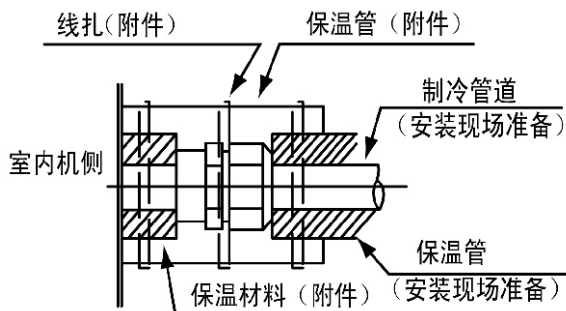
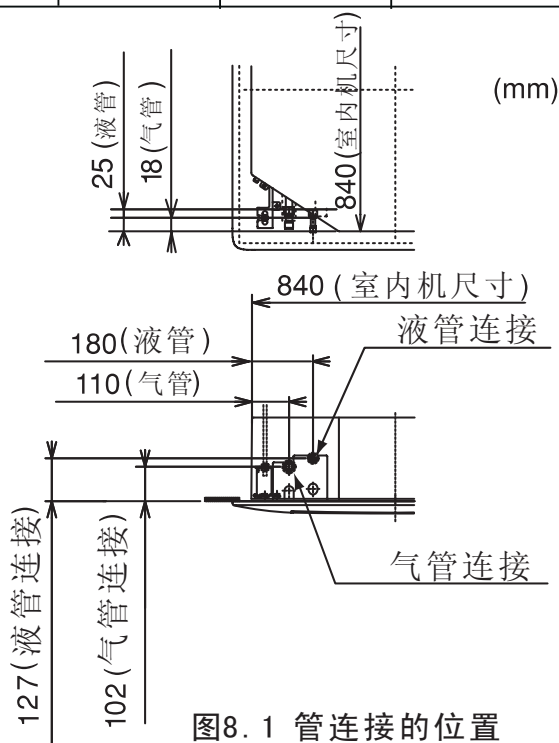

图8.2 管的保温
图8.1 管连接的位置
- (1) 确认截止阀已关闭。
- (2) 现场筹备管道。
- (3) 对于配管连接，用扳手拧紧纳子帽，所用扭矩见表8.2。
- (4) 室内机管的连接位置见图8.1；
- (5) 室外机配管直接与截止阀进行连接。
- (6) 连接完制冷剂管后，用工厂提供的保温管将制冷管道保温。见图8.2。